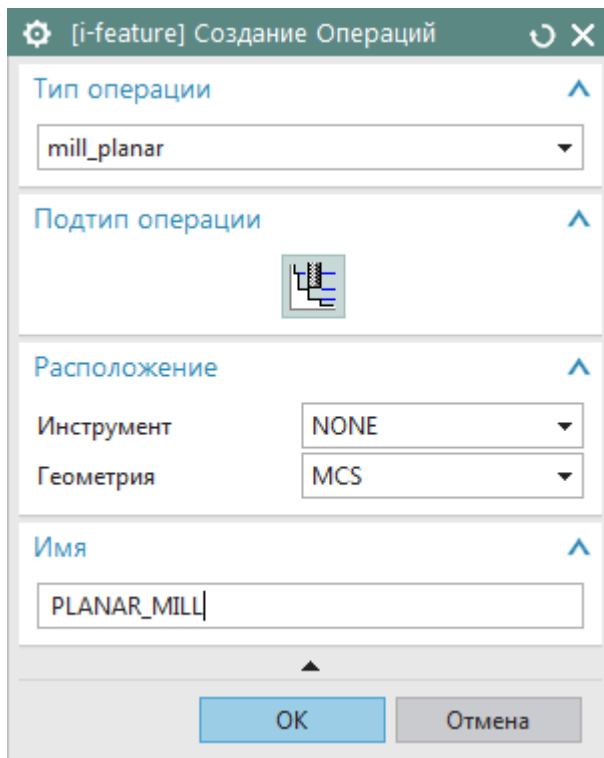

Рис. 3.2. Окно «Создание операций i-feature»
- окно «Создание операций i-feature» (Рис. 3.2),